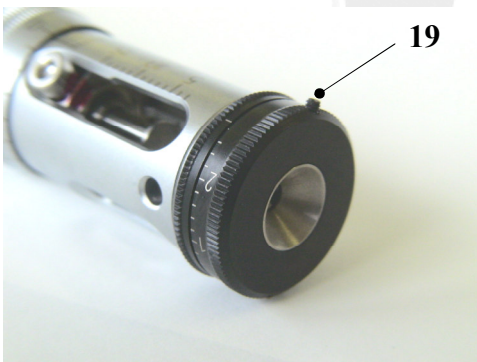

Abbildung 19
- Zentrierskala (17) mit leichter Drehbewegung auf Anschlag aufschieben. Schraube (19) (schwarz) noch **nicht** festziehen Abbildung 19.